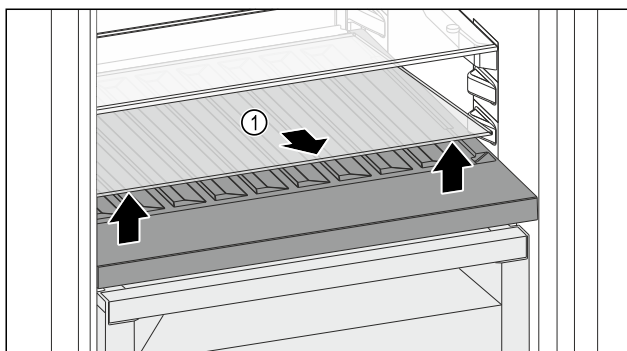

Fig. 107
- Podignite staklenu ploču Fig. 107 (1) na otvoru sprijeda i izvadite je.
- Čuvajte staklenu ploču Fig. 107 (1) na sigurnom izvan uređaja.